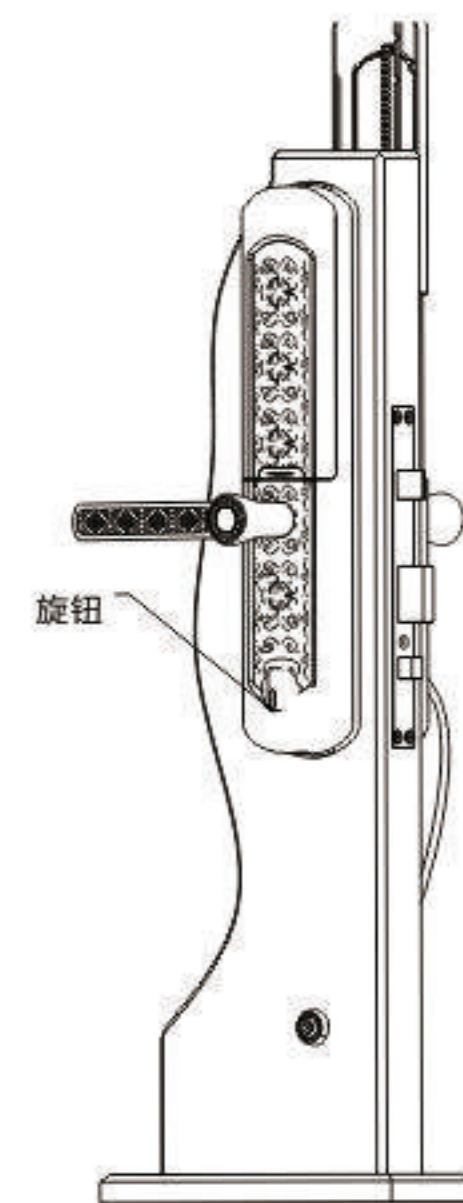

图7
- 7-2-5 同时将旋钮拨片插入锁体内（旋钮安装初始状态与地面垂直）图7